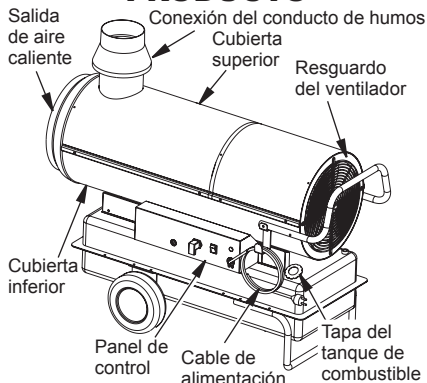

Figura 4. Calentador portátil de aire forzado ventilado
6. Inserte la conexión del conducto de humos al tubo de salida de humos (consulte la figura 4).